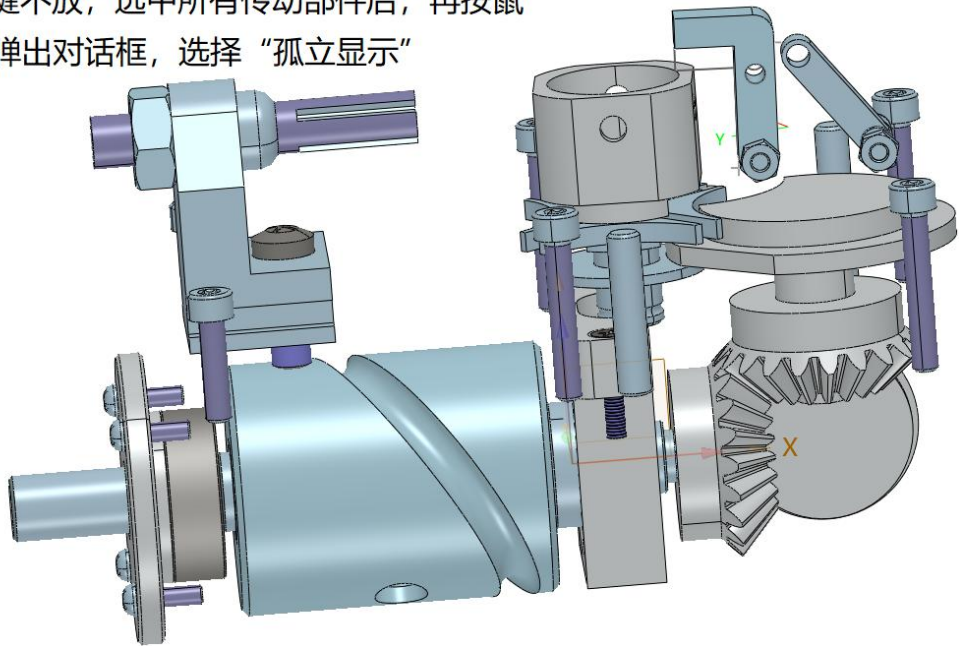

图 14-1 隐藏外壳后的图形
1、独立显示所需约束的传动零件。首先隐藏箱体，露出传动部件，独立显示方法如图 14-1 所示。